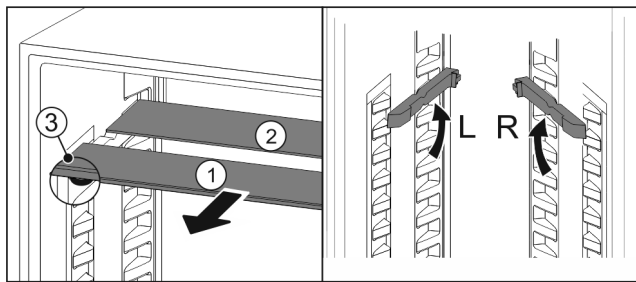

Fig. 118
- ▶ Skleněné desky jednotlivě vytáhněte dopředu Fig. 118 (1).
- ▶ Skleněná deska Fig. 118 (1) s ozdobnou lištou leží vpředu.
- ▶ Zarážky Fig. 118 (3) směřují dolů.